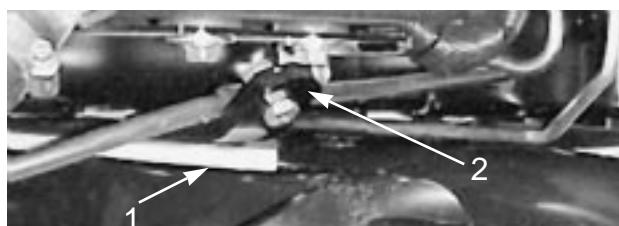
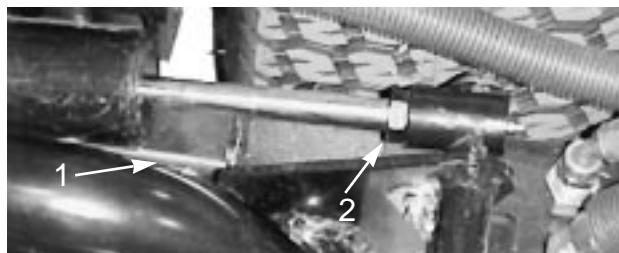

図13
図14
3. エンジンを始動し、昇降アームを上昇させ、後ろカッティングユニットのウェア・バーの上部についているウェア・ストラップからバンパー・ストラップまでの距離（図13）が、0.5~2.5 mmの間にあるかどうか点検し、この範囲になければ、後昇降シリンダを調整する。シリンダの調整は、カッティングユニットを降下させ、シリンダのジャムナット（図14）を戻し、シリンダロッドのナットに近い方の部分をウェスとプライヤで握って回して行う。調整ができるたらカッティングユニットを上昇させて隙間を点検し、必要に応じて再調整する。